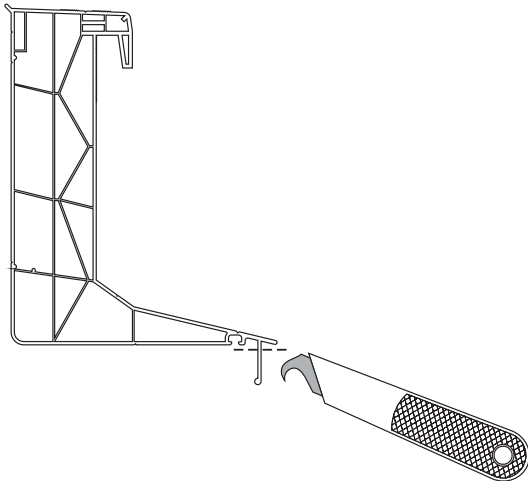

Fig. 3
- Should you wish to fix the PVCu curb 16/0 directly on the roof, please take away the lip at the bottom of the curb with a special bracket cutter (see fig. 3).
- Wenn Sie den PVC Aufsatzkranz 16/0 direkt aufs Dach montieren möchten, können Sie die Lippe unten am Aufsatzkranz mit einem speziellen Hakenmesser entfernen (siehe Bild 3).